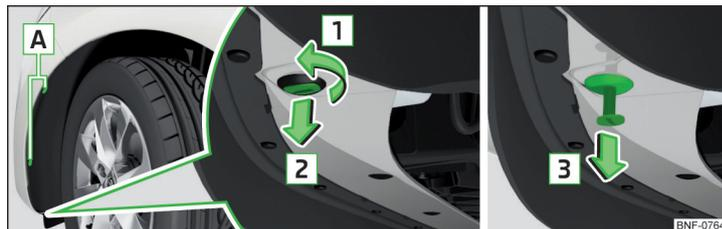

Fig. 176 Retirar el revestimiento de pasarruedas
- Con el destornillador del equipo de herramientas a bordo, destornille los tornillos **A** » fig. 176 del revestimiento del paso de rueda.
- Introducir la parte del remache extensible con la ranura contra el sentido de la flecha **2** y girarla un cuarto de vuelta contra el sentido de la flecha **1** » fig. 176.